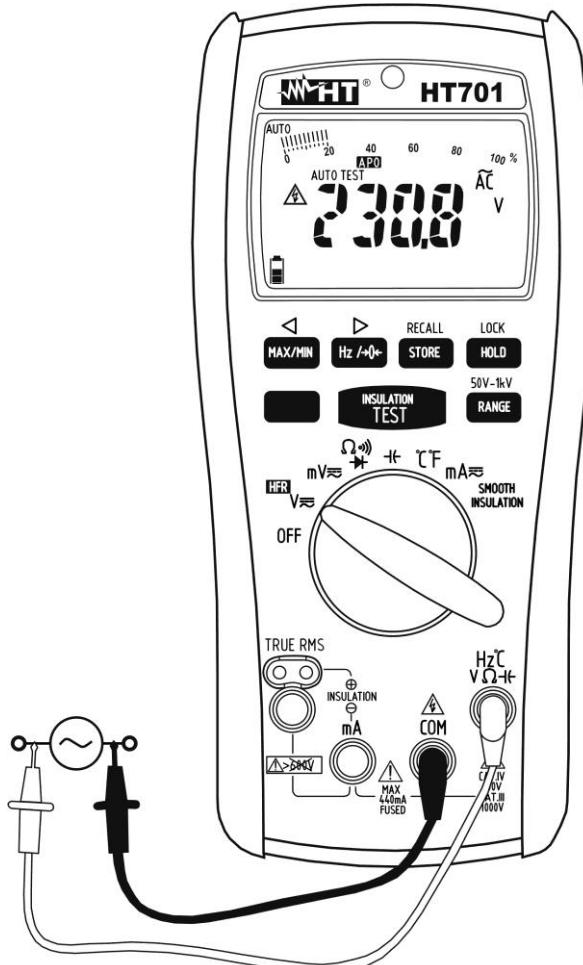

Abb. 3: Verwendung des Gerätes für Wechselspannungsmessung
4. Verbinden Sie die rote Messleitung mit der **Hz°CVΩHz** Eingangsbuchse, und die schwarze Messleitung mit der **COM** Eingangsbuchse (siehe Abb. 3)